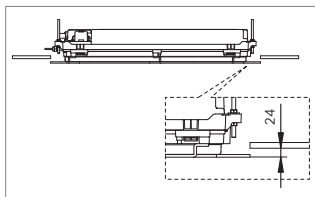

FIG. 40
- Verifique se a diferença de nível entre o lado inferior do teto e o lado inferior do gabarito de instalação é de cerca de aproximadamente 24mm (Fig. 40). A altura de elevação da unidade não estará correta se este requisito não for devidamente observado.